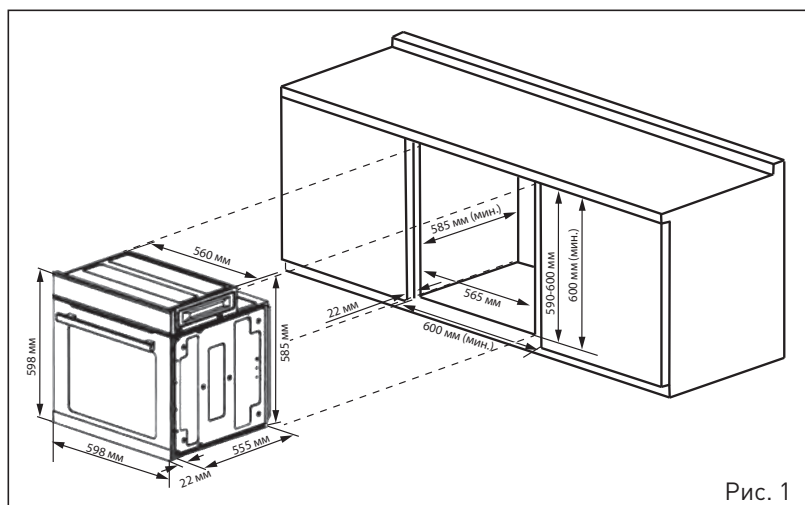

Рис. 1
2. Потяните заднюю часть навесного элемента вверх и на себя так, чтобы штырь вышел из отверстия на стенке духовки (Рис.1).